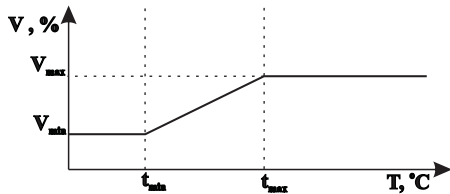

Рис.2 Зависимость скорости вращения от температуры
4.7. Прибор осуществляет регулирование скорости вращения вентилятора в зависимости от измеренной температуры в контурах конденсатора. График зависимости изображен на рис.2. Скорость определяется по одному из двух датчиков, наиболее “горячему” в данный момент. При этом на индикаторной панели отображается этот датчик и его температура.